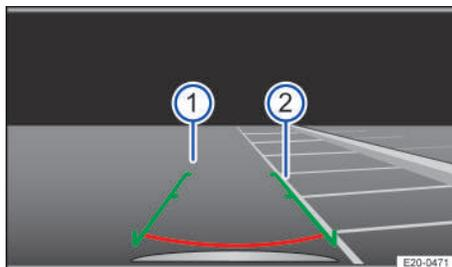

Fig. 110 Visualización en la pantalla del sistema de infotainment: buscar un hueco de aparcamiento.
1. Sitúe el vehículo delante del hueco de aparcamiento → fig. 110 ②.